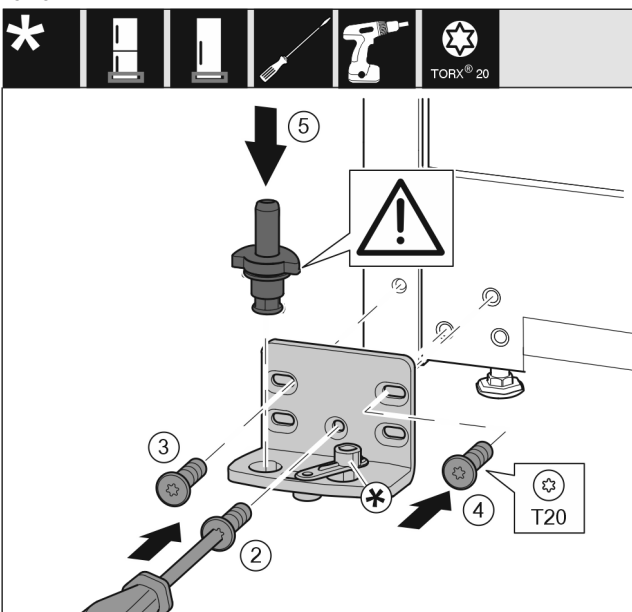

Fig. 20
- Applicare il blocco di supporto sull'altro lato e avvitare con l'aiuto di un cacciavite. Iniziare dalla vite Fig. 20 (2) in basso al centro.
- Stringere la vite Fig. 20 (3) e la vite Fig. 20 (4).
- Inserire completamente i perni di supporto Fig. 20 (5). Facendo ciò assicurarsi che la camma di arresto sia rivolta all'indietro.